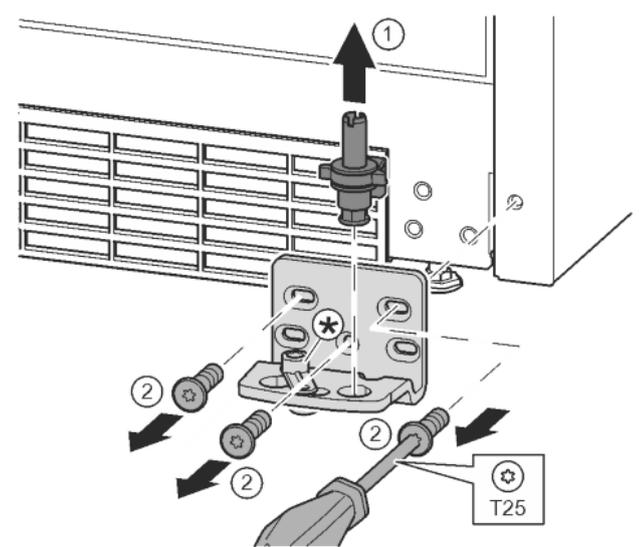

Fig. 15
- ▶ Опорный палец полностью извлечь движением вверх. Fig. 15 (1)
- ▶ Открутить винты отверткой T25 и снять опорный кронштейн. Fig. 15 (2)